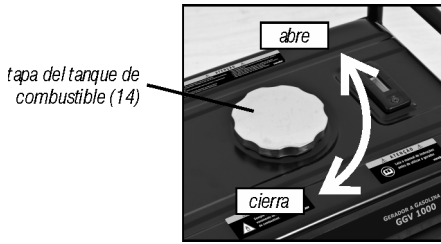

Fig. 9 – tapa del tanque
- 2 – Abra la tapa del tanque (fig. 9);
- 5 – Cierre la tapa del tanque (fig. 9).